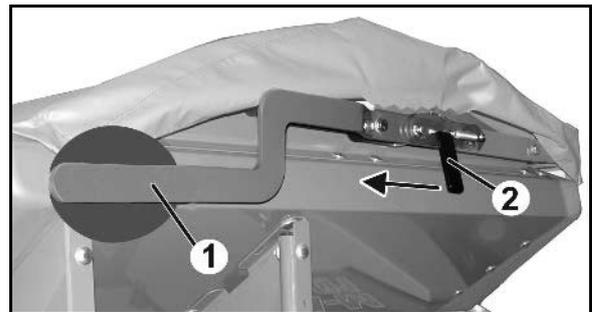

Fig. 31
- Disques d'épandage Fig. 31/1,
- Rehausse Fig. 31/2,
- Dispositifs d'équilibrage à droite et à gauche (Fig. 31/3)
- Bavettes de garde-boue à droite et à gauche (Fig. 31/4)
- Echelles à droite et à gauche (Fig. 31/5)
- Arceau de sécurité tubulaire (Fig. 31/6)
- Eclairage (Fig. 31/7)